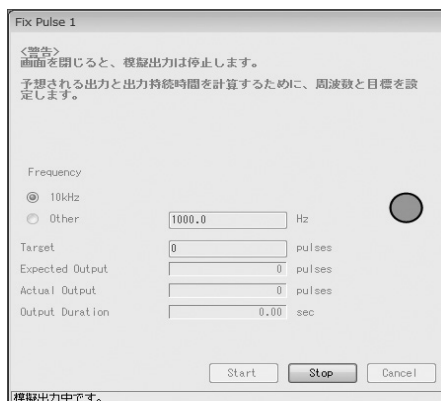

図129
⑤ 「OK」 ボタンをクリックすると、設定した模擬出力値が出力されます。模擬出力値の出力中は図129のように、ウィンドウ下部に“模擬出力中です。”というメッセージが表示されます。